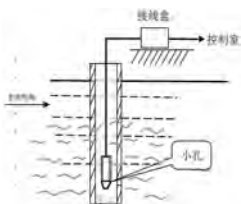

图 4
- a) 在动水中（如河道、库区等）需加静水装置，并且必须使感应面与水流方向平行。在水道中插入钢管，要求钢管壁稍厚一些，并在管壁上不同高度打若干小孔，起到阻尼水波和消除动水压力的影响；（见图4）